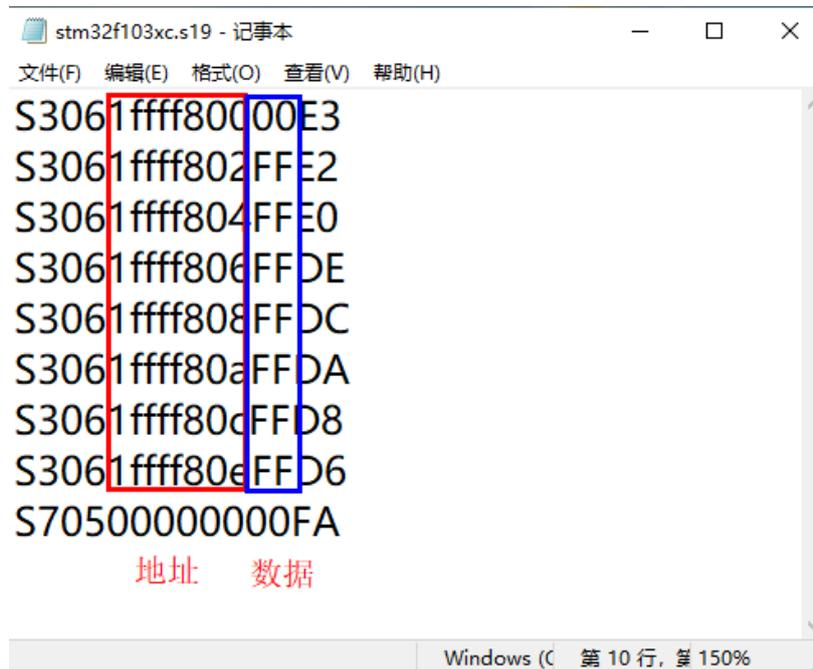

图 2.13-6 选项字节文件内容解析
4、用 Windows 系统自带的的记事本，打开刚才保存的选项字节文件，里面的文件内容如图 2.13-6 所示。